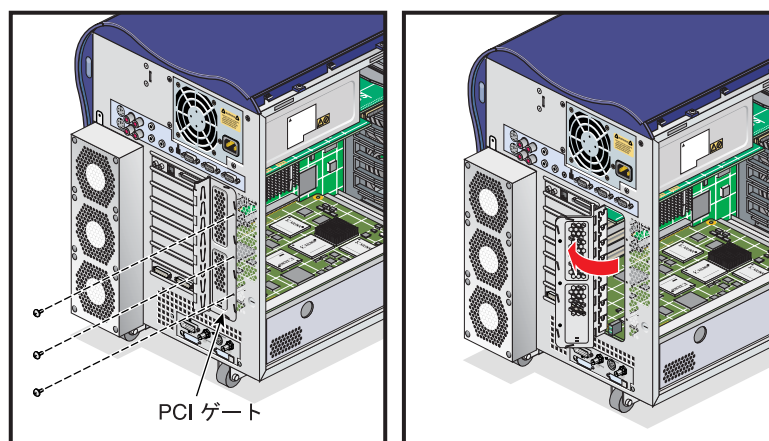

図 3-28 PCI ゲートを開く
1. 筐体に PCI ゲートを固定している 3 本のねじを外し、PCI ゲートを開きます（図 3-28 を参照）。